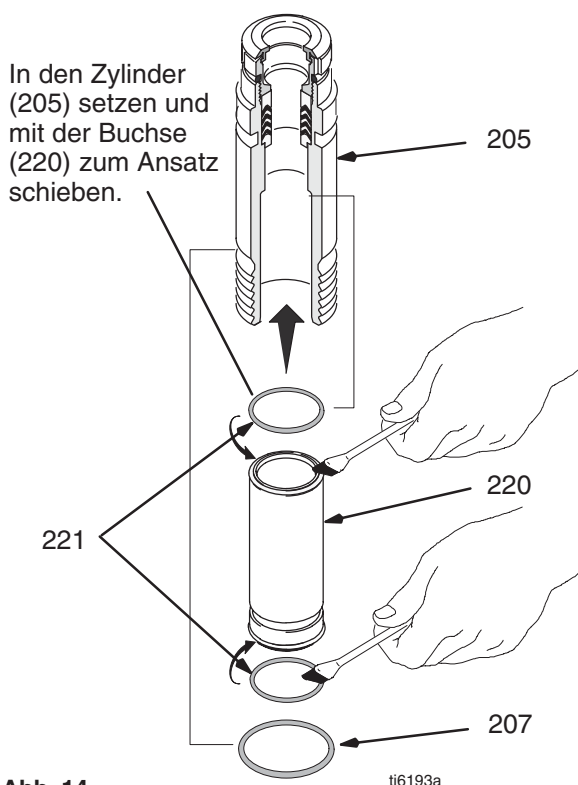

Abb. 14
Abb. 14. O-Ringe (221) einfetten und in den Zylinder (205) und auf die Buchse (220) setzen. Die Buchse (220) von unten in den Zylinder (205) schieben. O-Ring (207) bei Bedarf auswechseln.